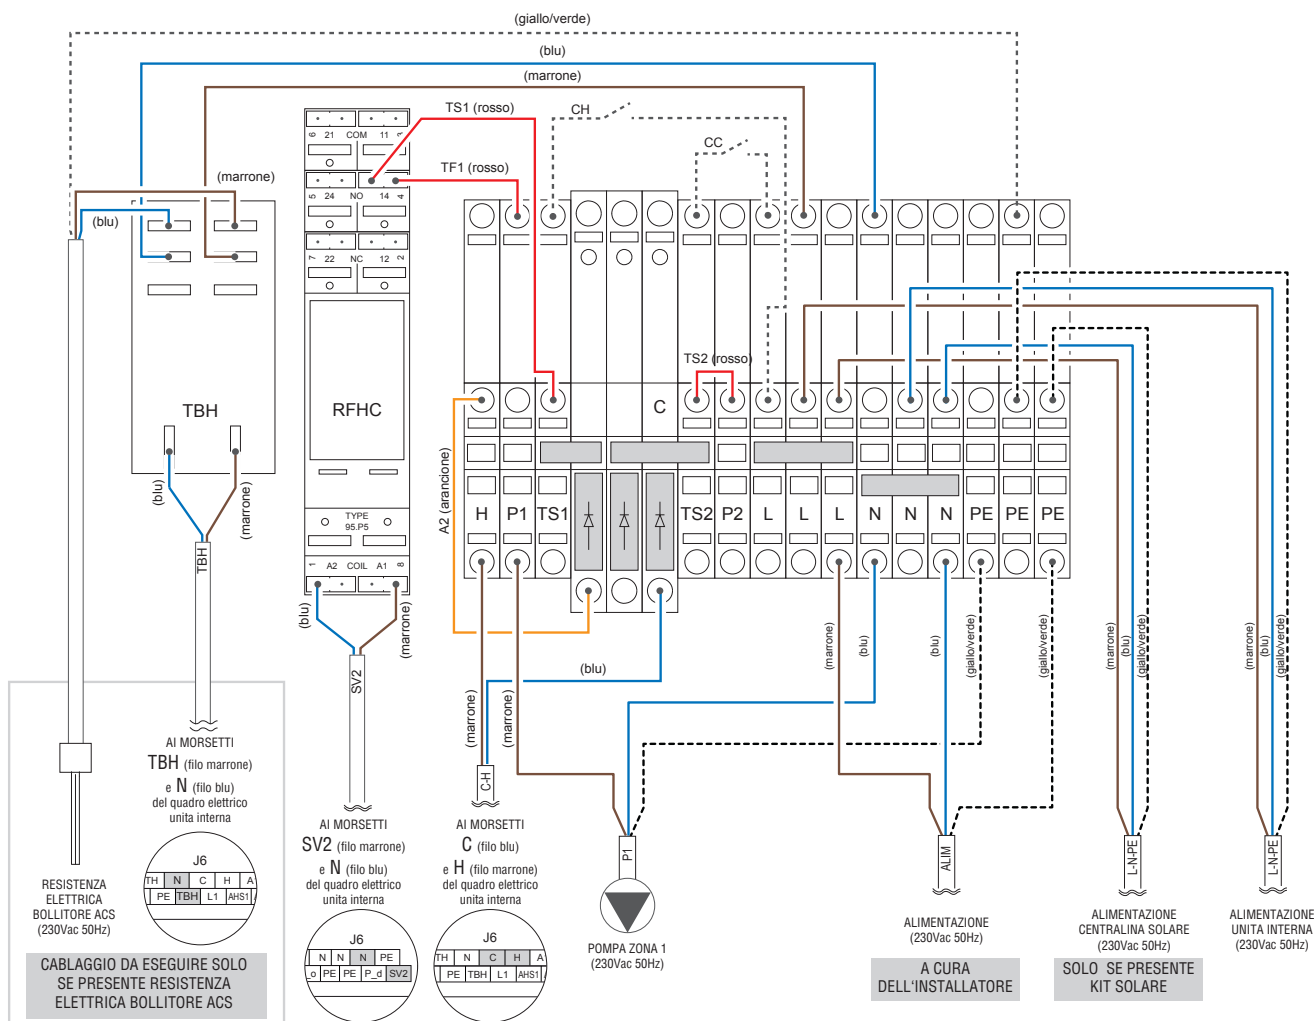

fig. 108 -
- Spostare il ponte TS1 (vedi "fig. 108 -")